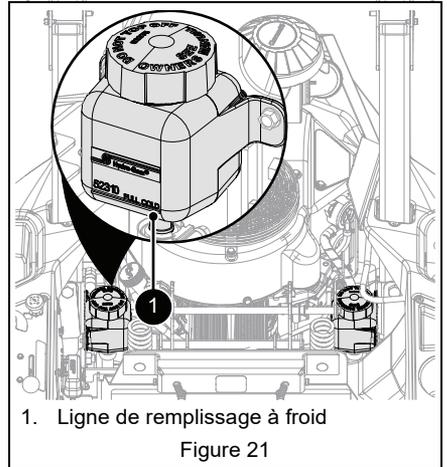

Figure 21
2. Contrôler le niveau d'huile dans le réservoir d'expansion. Le niveau de l'huile doit atteindre le repère de remplissage à froid. Voir Figure 21.
- b. Remplir les réservoirs d'expansion avec une huile moteur synthétique 15W-50 ou une huile équivalente, jusqu'au repère de remplissage à froid. Voir Figure 21.